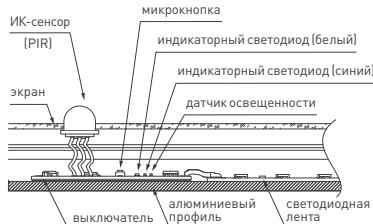
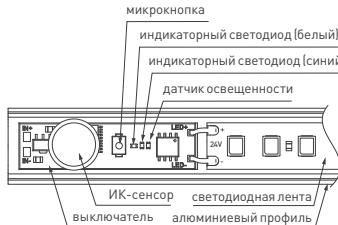

Рисунок 2. ИК-выключатель, установленный в профиль.
Рисунок 3. ИК-выключатель, установленный в профиль.
- 3.7. В светорассеивающем экране профиля, над ИК-выключателем [см. Рис. 2 и Рис. 3], просверлите отверстие диаметром 9–10 мм [см. Рис. 1] для установки ИК-сенсора (PIR).